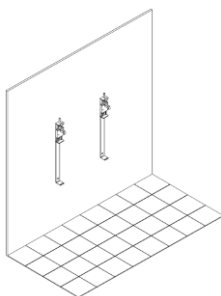

Fig. 4
2. Percez les trous et insérez les chevilles pour la fixation des supports au mur. (Fig.4)